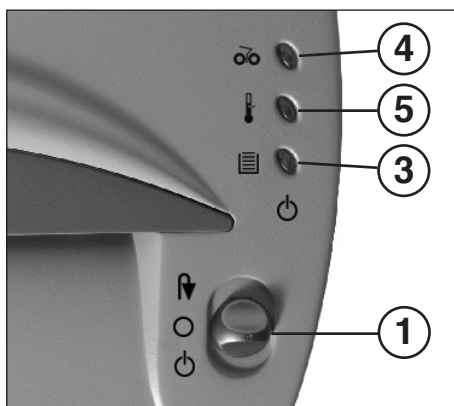

fig. 1
- 1 = Sélecteur de fonction (fig. 1)**
- 3 = Voyant de contrôle (fig. 1)**
- 4 = Voyant de contrôle „bourrage matériau“ (fig. 1)**
- 5 = Voyant de contrôle (fig. 1)**
- Mettre le sélecteur de fonction (1) (fig. 1) en position „“. Le voyant de contrôle (3) (figure 1) s'allume (vert).
Faites bien attention de mettre l'appareil hors circuit pendant la nuit en actionnant le sélecteur de fonction (1) (fig. 1) en position „O“.
- Le voyant de contrôle (4) (fig. 1) s'allume.
- Amener brièvement le sélecteur de fonction (1) (fig. 1) en position „F“ (le matériel est dégagé) et le ensuite en position „O“.
- Le voyant de contrôle (4) (fig. 1) s'éteint.
**Bourrage de papier dans la bouche d'entrée du papier (6)**
- Déchirer le papier ramené en arrière juste au-dessus de la fente d'introduction puis remettre le sélecteur de fonction (1) (fig. 1) en position „O“.
**Bourrage de matériel dans la bouche d'entrée de CD/DVD (7)**
- Mettre le sélecteur de fonction (1) (fig. 1) en position „O“.